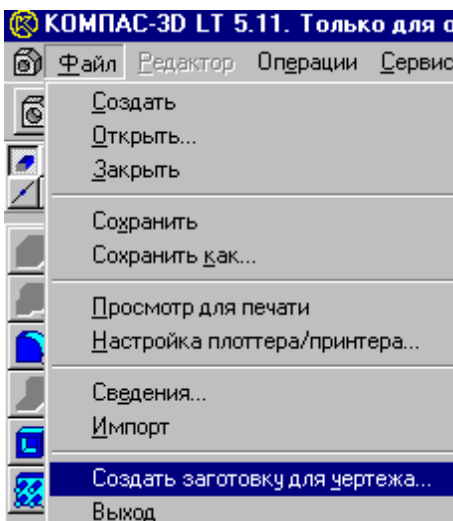

Рис. 2.
1. Для создания заготовки чертежа текущей детали вызовите из меню **Файл команду Создать заготовку для чертежа....** (рис. 2)